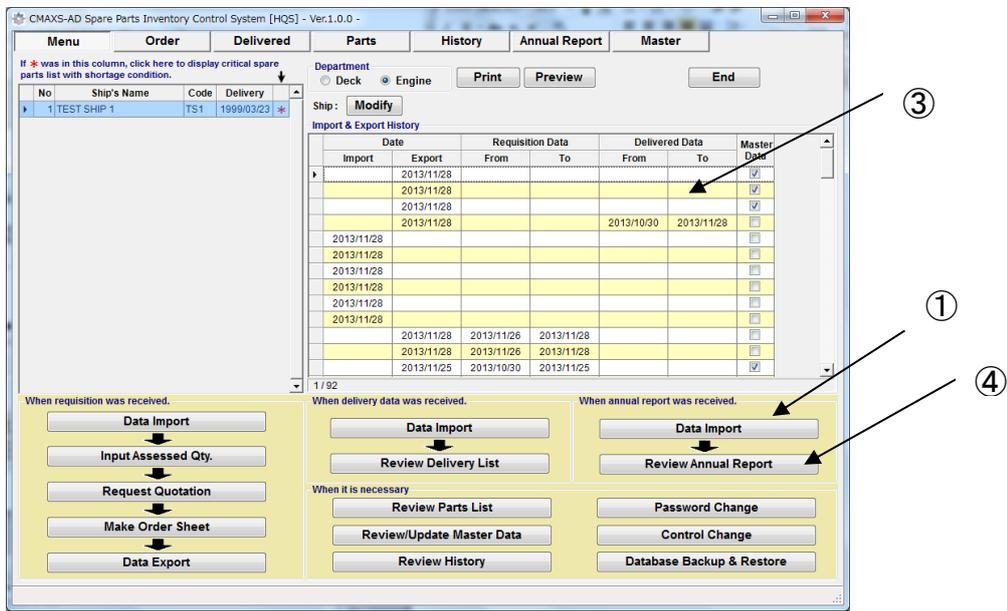
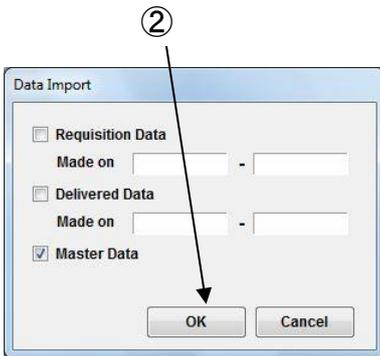

図 11-1 Menu 画面
図 11-2 Import ダイアログ
- (1) "Menu 画面"(図 11-1)上で[Data import]を選択すると"Import ダイアログ"(図 11-2) が表示されます。マスターデータの左端にチェックマークがあるかご確認ください。
- (2) "Import ダイアログ"にて[OK]を選択してください。
- (3) "Import & Export History"上に受信履歴が記録されます。
- (4) "Menu 画面" (図 11-1)上の [Review Annual Report]を選択してください。